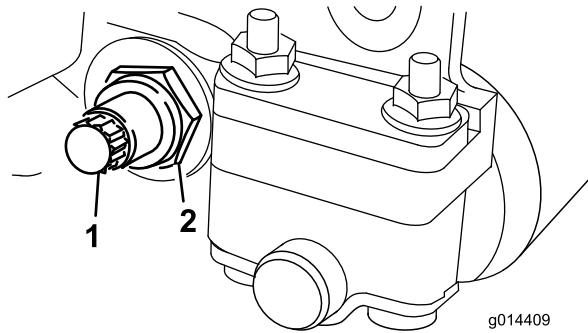
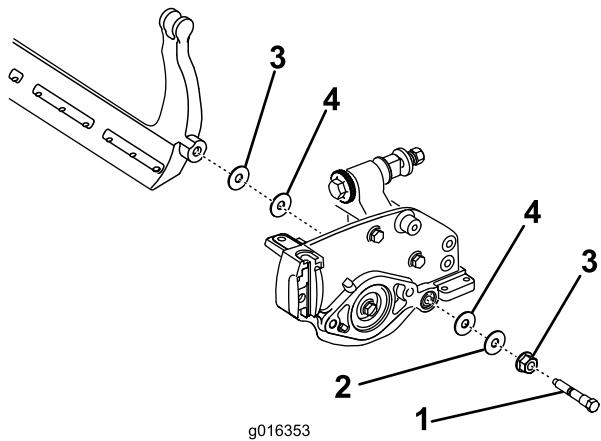

Figure 19
Figure 20
3. De chaque côté de la machine, desserrez le contre-écrou de fixation du boulon de la barre d'appui (Figure 19).
4. Retirez les boulons de la barre d'appui afin de pouvoir abaisser la barre et la déposer du boulon de la machine (Figure 19). Mettez de côté les deux rondelles en nylon et une des rondelles en acier estampé situées de chaque côté de la barre d'appui (Figure 20).
2. Fixez la barre d'appui sur chaque plaque latérale avec les boulons (munis d'écrous) et 6 rondelles. Une rondelle en nylon doit être placée de chaque côté du bossage de la plaque latérale. Placez une rondelle en acier à l'extérieur de chaque rondelle en nylon (Figure 20). Serrez les boulons de la barre d'appui à un couple de 27 à 36 Nm. Serrez les contre-écrous jusqu'à ce que les rondelles d'acier extérieures cessent de tourner et que le jeu axial soit supprimé, mais ne serrez pas excessivement et ne faites pas fléchir les